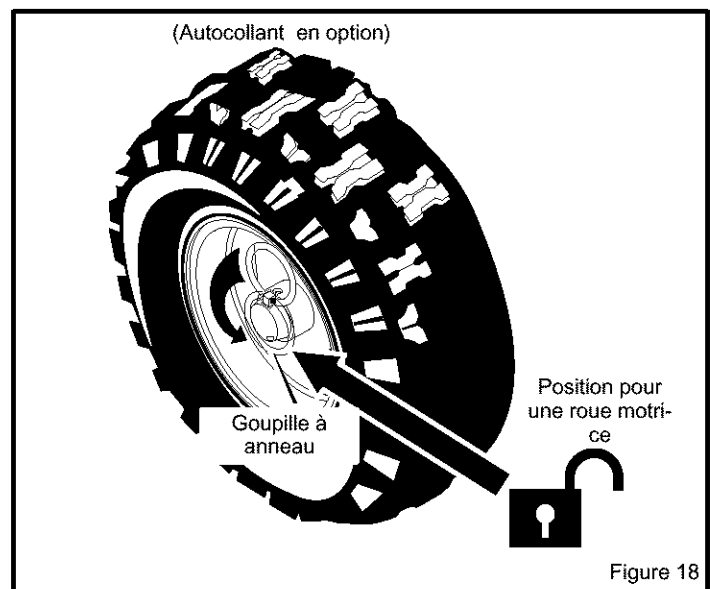

Figure 18
2. Pour augmenter la maniabilité dans de la neige légère, retirer la goupille de sa position de blocage et l'engager dans le trou pour une roue motrice (Figure 18). S'assurer que la goupille est dans la position correspondant à une seule roue motrice et non pas en position de blocage.